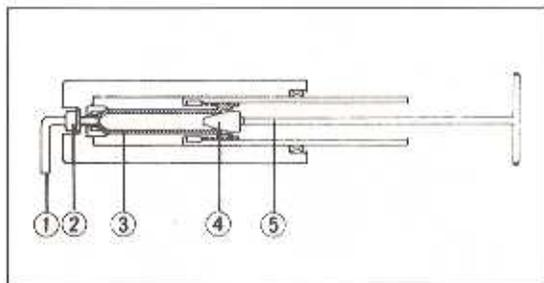

Bild 246
- Den Zylinder im Gabelrohr mit dem Spezialwerkzeug 57001-1057 und dem Griff 57001-183 festhalten und die Befestigungsschraube am Gabelrohrende ausdrehen (Bild 246).